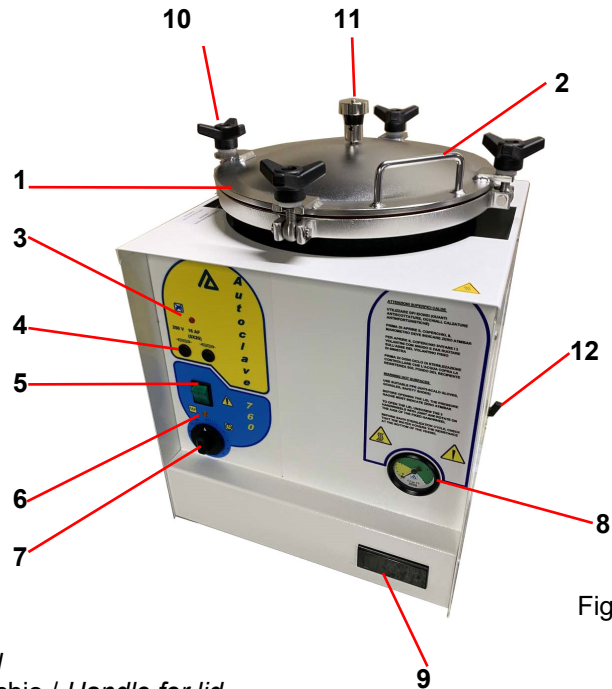

Fig. 1
- 6 Inserire la valvola di scarico (pos. 11 fig.1 pagina 22) nell'ugello di uscita presente sul coperchio, facendo una leggera pressione fino a sentirne lo scatto di aggancio.
In caso di mancanza d'acqua sopra il livello della resistenza, all'interno della camera di sterilizzazione, interviene un dispositivo di protezione con allarme acustico e si accende la spia "mancanza acqua" (fig. 1 pos. 3).